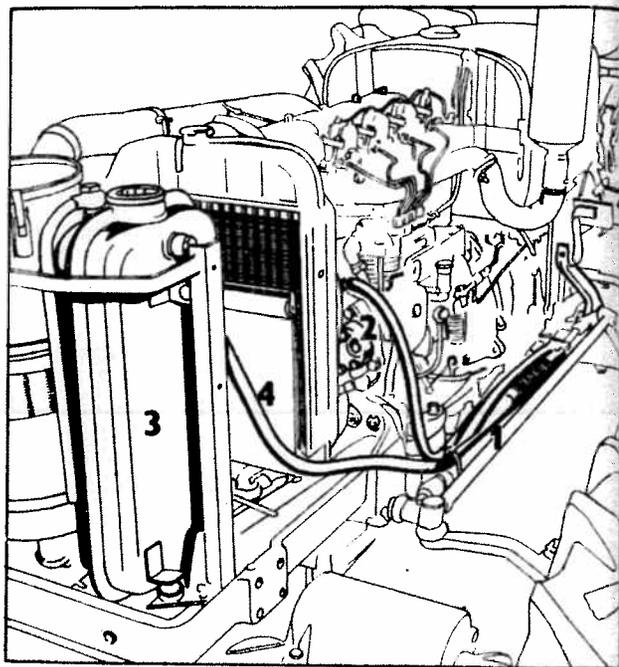

Fig. 18
#### Direction assistée (fig. 18)
1. le cylindre avec une distribution de tiroir (fig. 18/1),
2. la pompe (fig. 18/2),
3. le réservoir et accessoires (fig. 18/3),
4. tuyaux à haute pression (fig. 18/4).